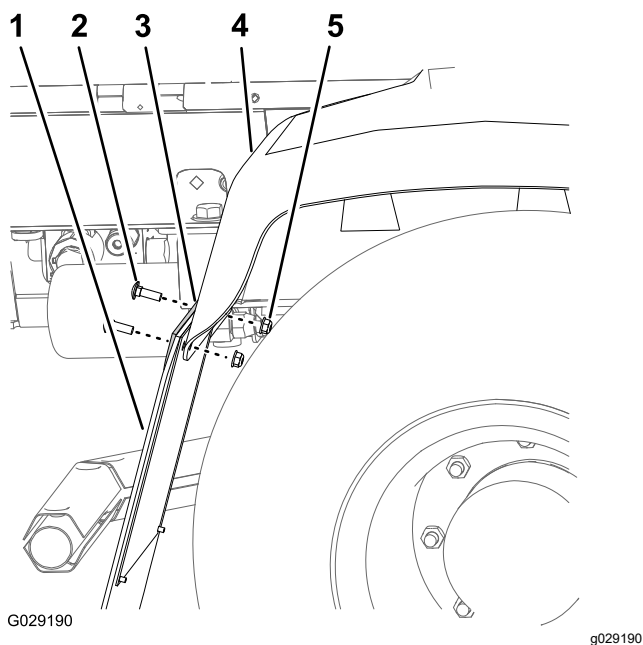

Figura 5
2. Retire los 2 pernos de cuello cuadrado y las 2 contratuercas con bridas que sujetan el protector contra salpicaduras al soporte del guardabarros trasero y al guardabarros trasero derecho (Figura 5).